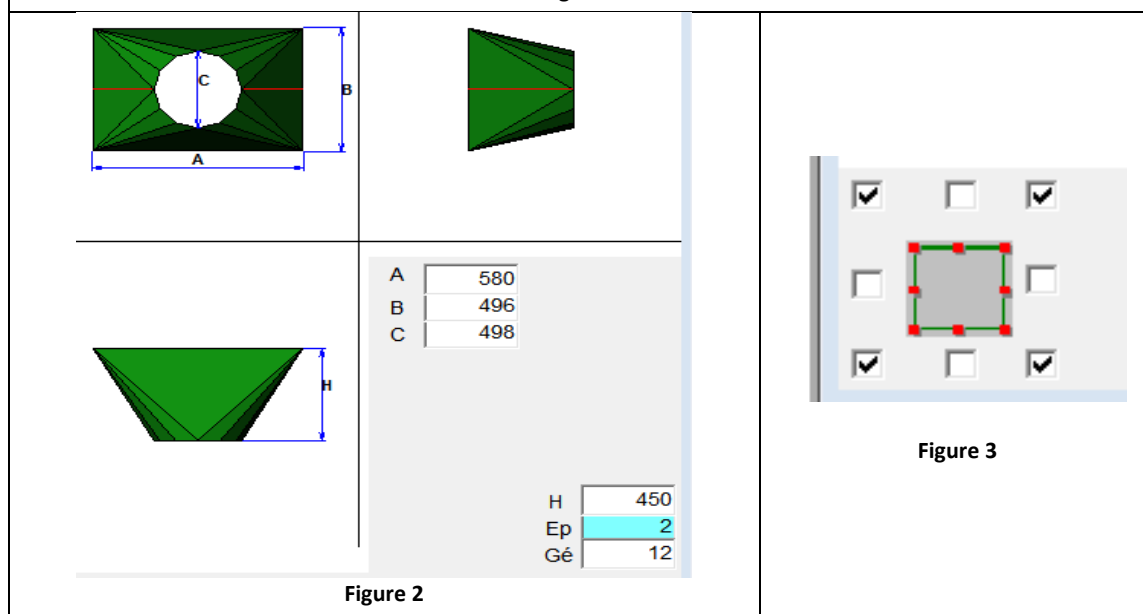

Figure 2
**Q.08.** Sur la **figure 2**, il a rempli les valeurs des cotes correspondantes aux données nécessaires pour exécuter le développement de la mitre, Compléter le tableau ci-dessous : /2,25